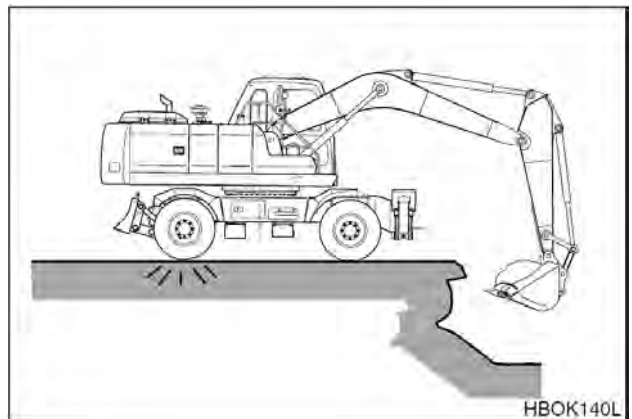

Рис. 60
9. При работе в непосредственной близости от края котлована убедиться, что машина находится на твердой поверхности. Расположить ходовые двигатели сзади. (Рис. 60)